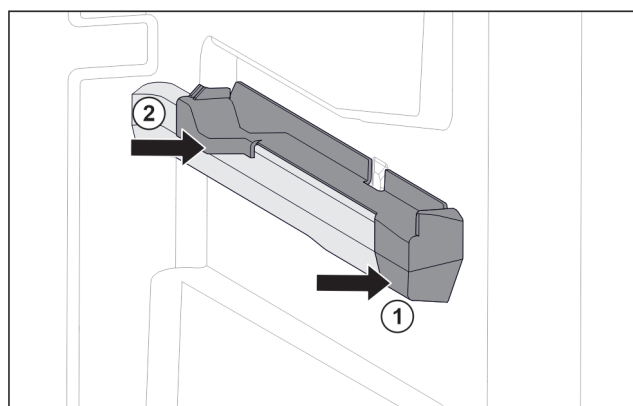

Fig. 55 Element nasadzany na prawym żębrze pojemnika
- ▶ Umieścić element nasadzany z przodu na żębrze pojemnika. Fig. 55 (1)
- ▶ Docisnąć element nasadzany z tyłu. Fig. 55 (2)